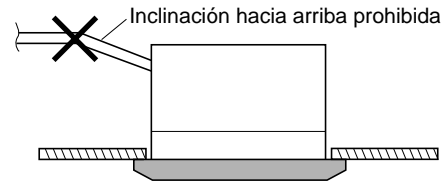

Fig. 3-41
- No instale el tubo inclinándolo hacia arriba con respecto al orificio de conexión pues los condensados retrocederían y escaparían incluso cuando la unidad no estuviera en funcionamiento. (Fig. 3-41)